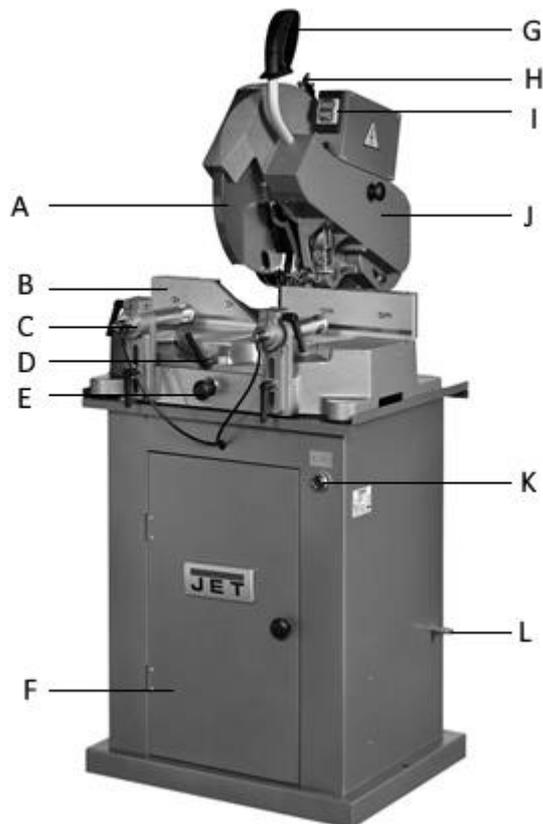

Рис.1
1. Подключите систему подачи сжатого воздуха к патрубок (L, рис. 1).
2. Плотно закрепите обрабатываемую заготовку на рабочем столе, используя переключатель (К, Рис. 1). Заготовка будет прижата к упору пневмоприжимами и, таким образом, не сместится в процессе обработки.
3. Нажмите зеленую кнопку включения вращения шпинделя на главном переключателе (I, рис. 1).
4. Чтобы опустить отрезной диск до касания с заготовкой, воспользуйтесь рукояткой (G, рис. 1), затем постепенно надавливайте до завершения реза.